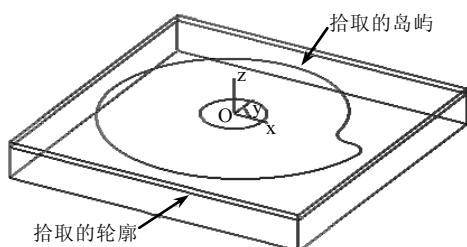

图 2-105 拾取的轮廓与岛屿
1) 完成加工参数设置后,单击“确定”按钮,系统在界面的左下方提示“拾取轮廓”,拾取的轮廓如图 2-105 所示。系统提示“继续拾取轮廓,按右键进行下一步,按 ESC 取消”,直接单击右键即可。
2) 单击右键后系统提示“拾取岛屿”,拾取的岛屿如图 2-105 所示。